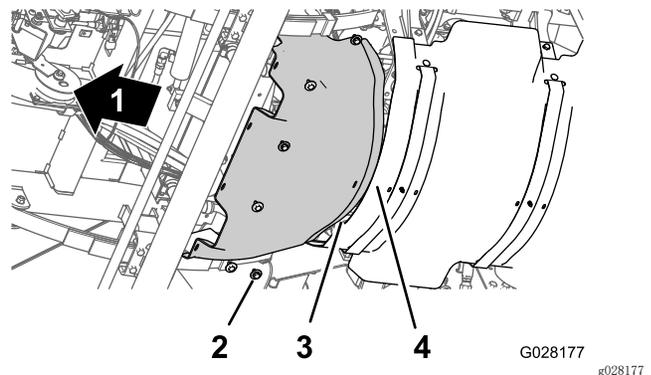

图60
1. 将前隔热罩上的后凸缘与后隔热罩上的前凸缘对齐（图60）。
2. 将前隔热罩上的孔与底盘上的螺纹孔对齐（图60）。
3. 使用 拆下前隔热罩（页码 41）的步骤 3 中卸下的 6 个六角头螺栓和 6 个垫圈（图60）将前隔热罩组装到机器上。